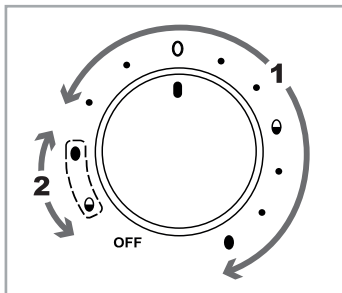

Abb. 1
- 1) Drehen Sie den Drehregler **10** in die Position, die dem gewünschten Härtegrad der Eier entspricht. Benutzen Sie den Einstellbereich „1“ (siehe Abb. 1) mit den Symbolen und den dazugehörigen Punkten davor:
Sie können mit dem Gerät Eier in zwei unterschiedlichen Härtegraden kochen. Der zuerst erreichte Härtegrad ist dabei immer der weichere. Für zuverlässige Ergebnisse müssen alle verwendeten Eier möglichst gleich groß sein und die gleiche Ausgangstemperatur haben. Für den ersten Kochvorgang gilt der Einstellbereich „1“ mit den Symbolen und den dazugehörigen Punkten davor. Für den zweiten Kochvorgang gilt der Einstellbereich „2“ mit den umstrichelten Symbolen (siehe Abb. 1).
- 2) Stellen Sie den Drehregler **10** in die Position, die dem weichsten Härtegrad der Eier entspricht (es gilt der Einstellbereich „1“, siehe Abb. 1). Die Kontrollleuchte **9** leuchtet auf und der Kochvorgang beginnt.
5) Setzen Sie den Deckel **3** wieder auf und drehen Sie den Drehregler **10** in die Position der umstrichelten Symbole (Einstellbereich „2“, siehe Abb. 1), die dem gewünschten Härtegrad für die im Gerät verbliebenen Eier entspricht: